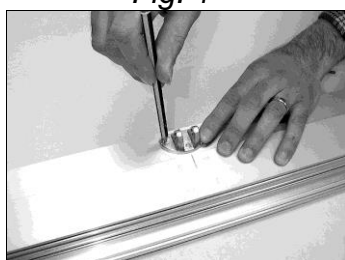

Fig. 4
- D. Placer maintenant la bride avant au niveau de la ligne médiane tracée sur l'ouvrant de la fenêtre et tracer les trois trous de fixation sur ce dernier (Fig. 4).
- D. Placer maintenant la bride avant au niveau de la ligne médiane tracée sur le dormant et tracer les trois trous de fixation sur ce dernier (Fig. 4).